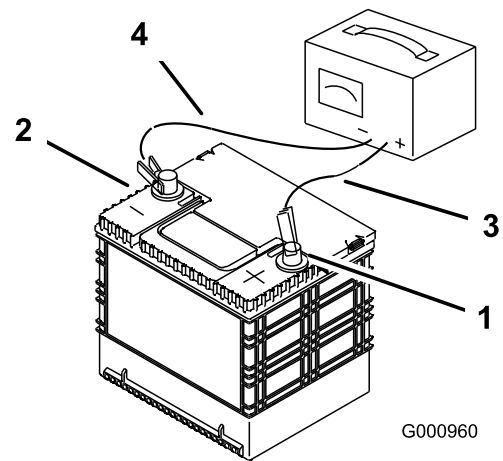

Figure 51
2. Quand la batterie est chargée au maximum, débranchez le chargeur de la prise, puis débranchez les fils du chargeur des bornes de la batterie (Figure 51).